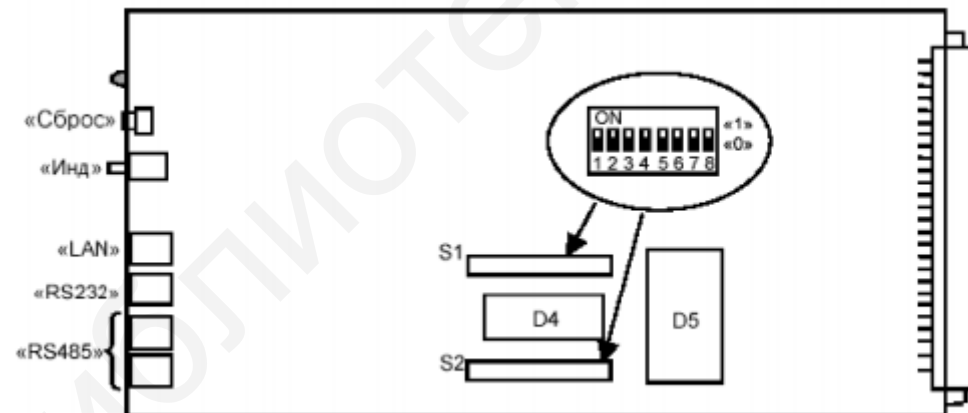

Рисунок 49 – Печатная плата КУ-S
- вытащить плату блока КУ-S (см. рисунок 49);